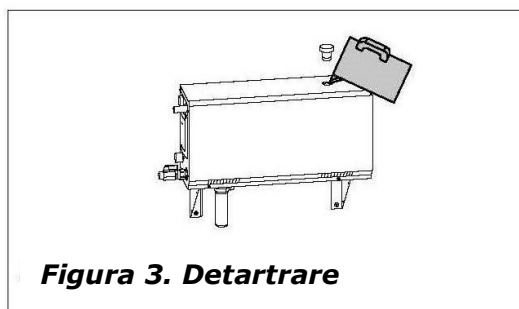

Figura 3. Detartrare
4. Îndepărtați dopul aflat în partea de sus a generatorului de abur (Figura 3).